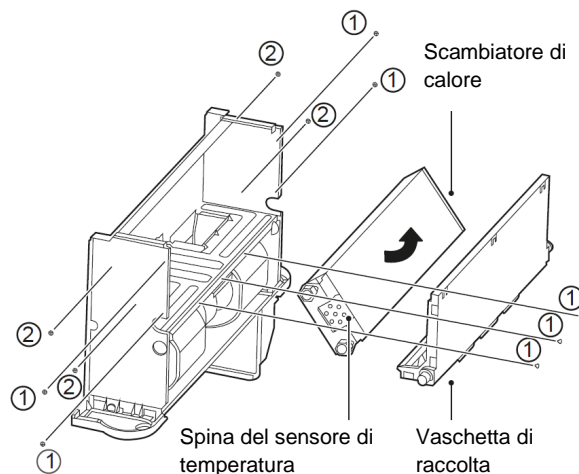

Figura 5-18
Come mostrato nella Figura 5-18, rimuovere le viti ①\*7 per rimuovere la vaschetta di raccolta condensa.
Ruotare la batteria nella direzione desiderata come indicato nella Figura 5-18.